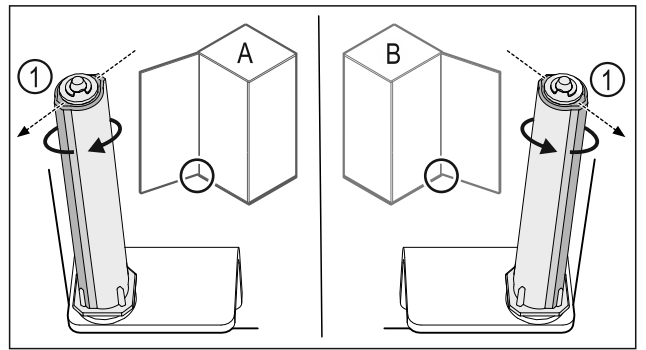

Fig. 41 左门挡(A) / 右门挡(B)
- ▶ 克服阻力转动关门系统，直至关门系统 Fig. 41 (1) 的连接片朝外。